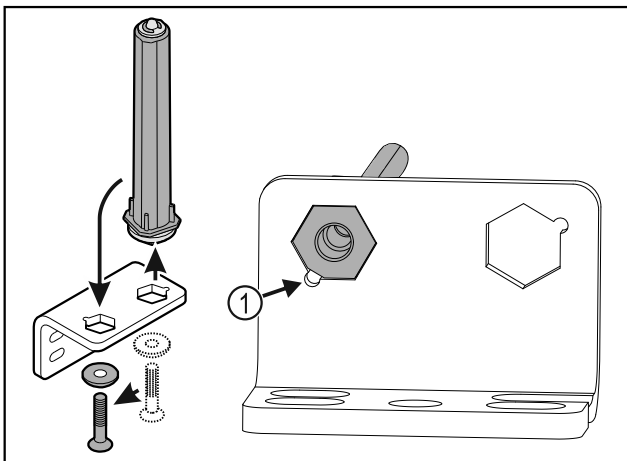

Fig. 36
- ▶ Darauf achten, dass beim Einsetzen die Bolzenabschrägung Fig. 36 (1) zum runden Loch zeigt.